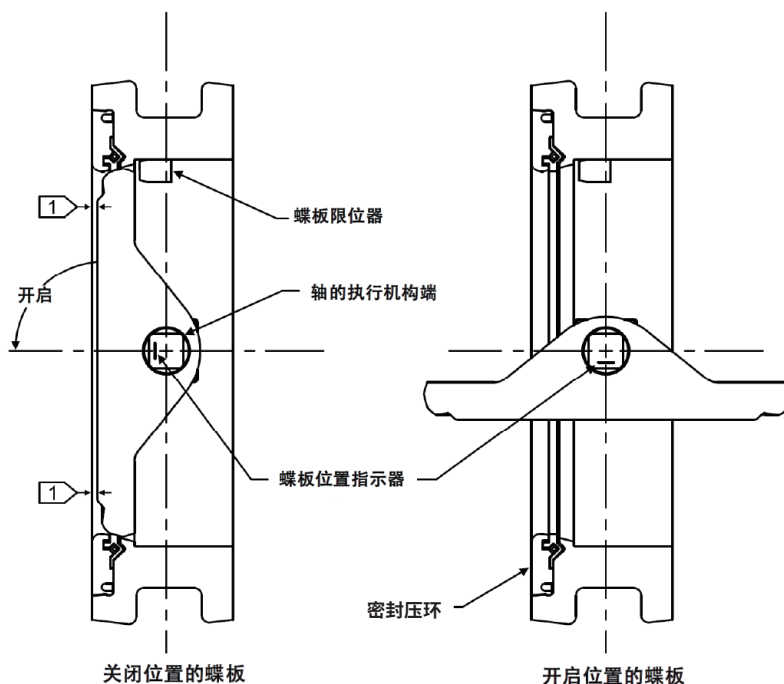

图 9. 蝶板旋转指示
- a). 安装密封圈时，阀门蝶板应开启。若未开启，如图 9 所示旋转蝶板至开启位置。
- a). 安装金属 C 型圈时，阀门蝶板应关闭。若未关闭，如图 9 所示旋转蝶板至关闭位置。
- e). 用工装将阀体抬高，足以让蝶板转至完全开启位置（见图 9）。